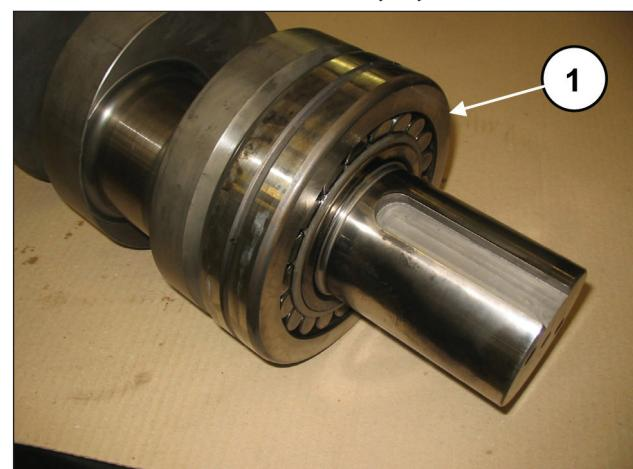
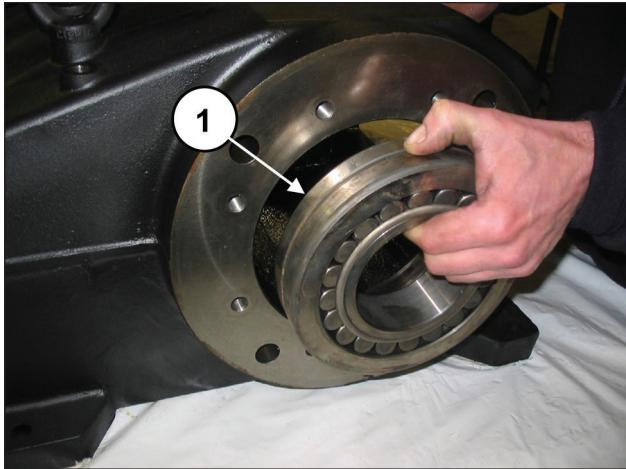

Рис. 42
Рис. 43
Установите подшипник со стороны ВОМ на вал до упора (поз. ①, Рис. 42) и монтируйте подшипник с противоположной стороны на картер (поз. ①, Рис. 43).
Подшипник на Рис. 43 имеет внутреннее конусное кольцо. Убедитесь, что конусность направлена снаружи внутрь, чтобы затем можно было вставить втулку.